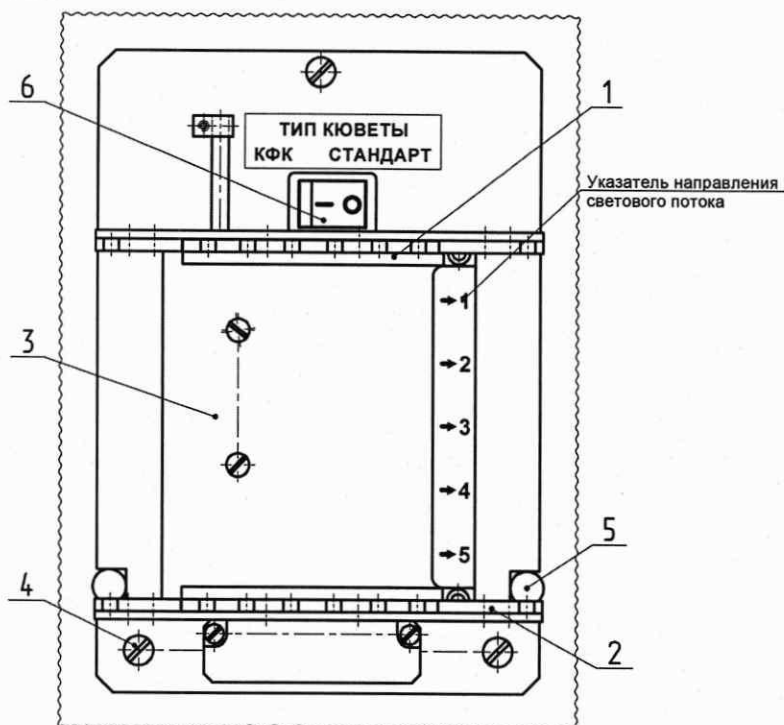

Рис. 5 Установка универсального кюветодержателя для прямоугольных кювет с длиной оптического пути 10, 20, 30, 40, 50 и 100 мм (спектрофотометр РВ 2201А).
9.2.1.3 Удерживая универсальный кюветодержатель для прямоугольных кювет (см. Рис.5) за корпус поз.3, установить его по направляющим штифтам поз.5 на шасси прибора.
9.2.5.3 Отвернуть три (два) невыпадающих винта поз.4 (см. Рис. 5, 6, 7, 8) крепления установленного в приборе кюветодержателя (универсальный кюветодержатель для прямоугольных кювет – в случае РВ 2201А, термоэлектрический кюветодержатель для квадратных кювет с электронной магнитной мешалкой – в случае РВ 2201В и пятипозиционный кюветодержатель (турель) для квадратных кювет – в случае РВ 2201С).